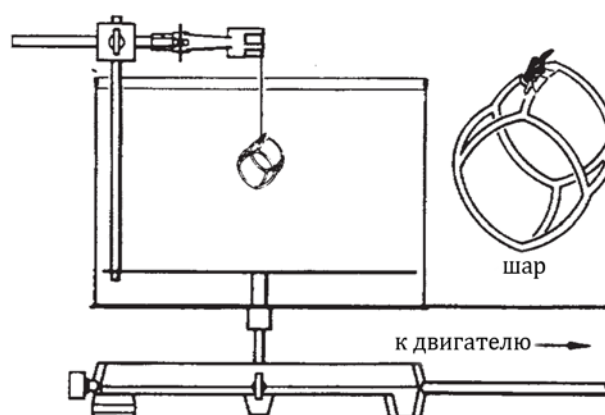

Рис. 4: Прикрепление мухи к месту
- Универсальный зажим прикрепляется к стержню в стробоскопическом барабане с помощью прямоугольного зажима (Рис. 4). Железный провод с прикрепленной к нему мухой вклинивают в зажим таким образом, чтобы муха находилась точно в центре барабана.